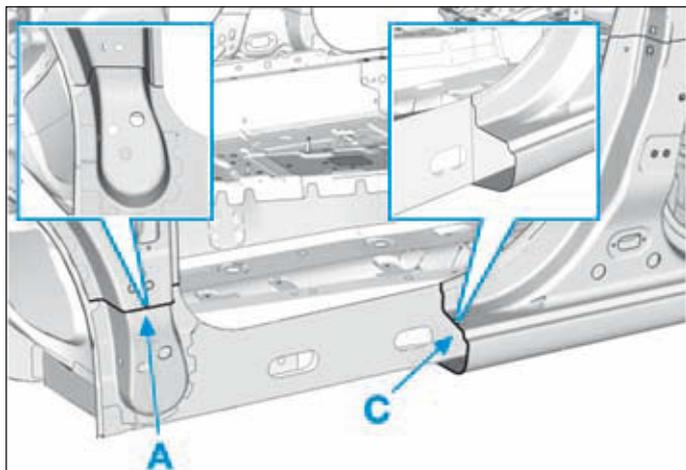

FIG.38
- Tenir compte du détail de coupe (Fig.38).